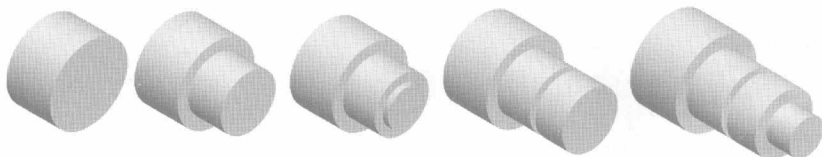

图 1-6 “层叠蛋糕”法
1. **“层叠蛋糕”法** 用层叠蛋糕方法创建这个零件,如图 1-6 所示,一次创建一层,后面一层或者特征加到前一层上。如果改变了某一层的厚度,在其基础上创建的后面的层的位置也将随之改变。